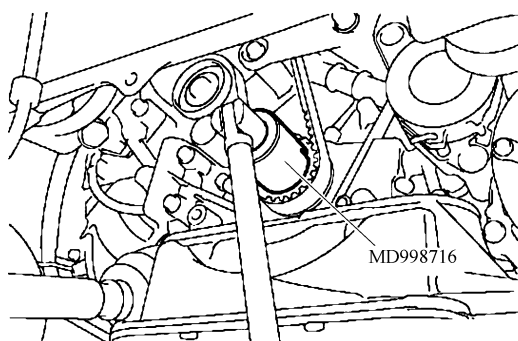

图 28-17 使用专用工具转动曲轴
9) 如图 28-17 所示，使用专用工具 MD998716（曲轴扳手）沿逆时针方向转动曲轴 1/4 周，然后再沿顺时针方向转回，再次确认各个正时标记是否对齐。